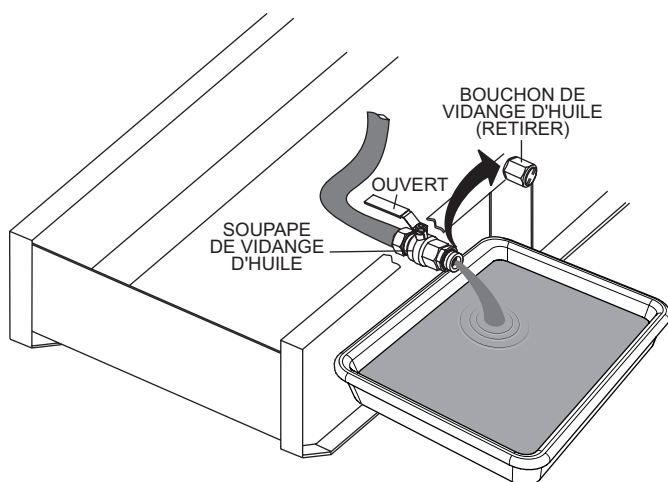

Figure 66. Vidange de l'huile moteur
4. Retirez le **bouchon de vidange d'huile** (Figure 66).
5. Placez la **vanne de vidange d'huile** en position ouverte (Figure 66) et laissez l'huile s'écouler dans un récipient approprié.